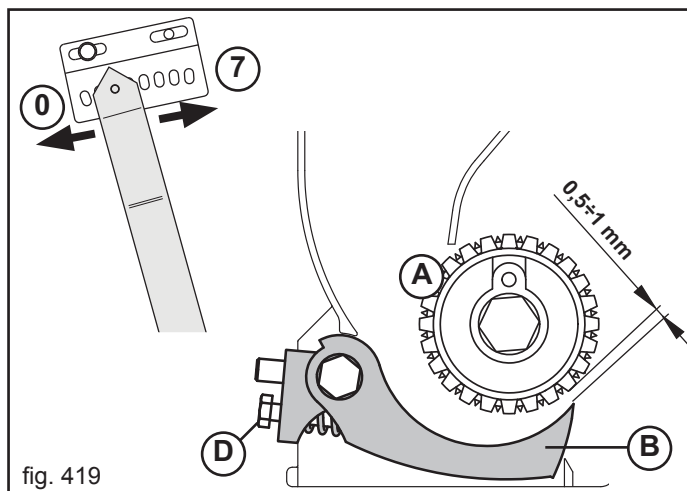

fig. 419
Le levier de réglage des tâteurs (Fig. 419) agit sur une échelle graduée allant de «0» à «7» positions. En fonction du type de engrais à employer, il est nécessaire de placer le levier sur le numéro ayant été relevé à partir du tableau de distribution.
Les tâteurs (B, Fig. 419) positionnés correctement garantissent une distribution fluide et constante des engrais.
Pour obtenir une distribution optimale de la engrais, vérifier périodiquement l'étalonnage des tâteurs (B): le levier (Fig. 419) en position «0», régler la distance entre le tâteur et le rouleau distributeur (A) à $0,5 \div 1$ mm (Fig. 419) par l'écrou (D).